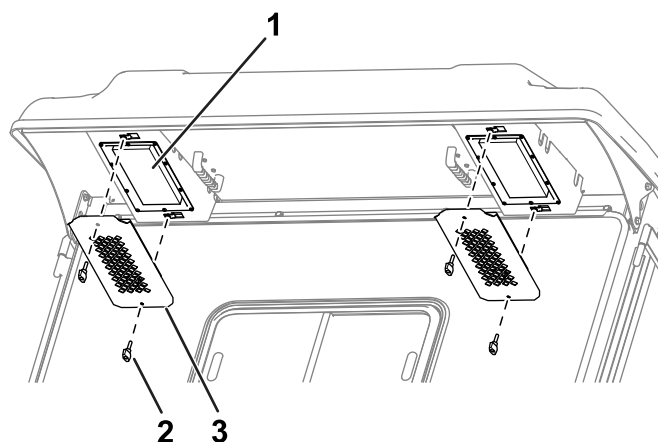

Bild 86
1. Entfernen Sie die Drehknöpfe und Roste vom hinteren Überhang der Kabine (Bild 86).
4. Verwenden Sie die Drehknöpfe und Roste, um die Filter in die Kabine einzubauen (Bild 86).